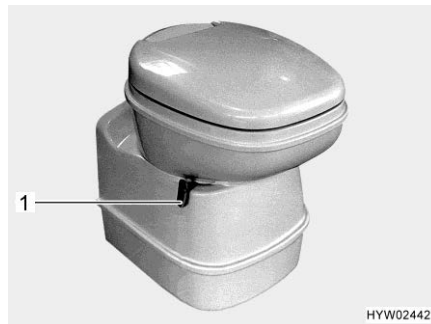
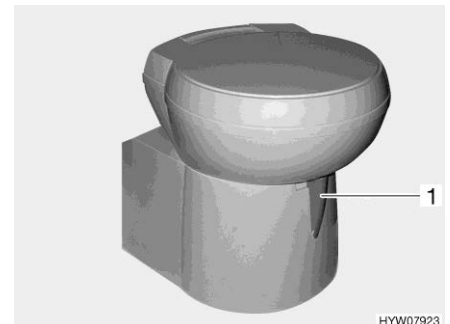

Bild 291 Thetford-toalettskål, svängbar
Bild 292 Thetford-toalettskål, svängbar (alternativ)
- Öppna spjället på Thetford-toaletten före spolning. Skjut för detta spjällspaken (Bild 291,1 resp. Bild 292,1) moturs.